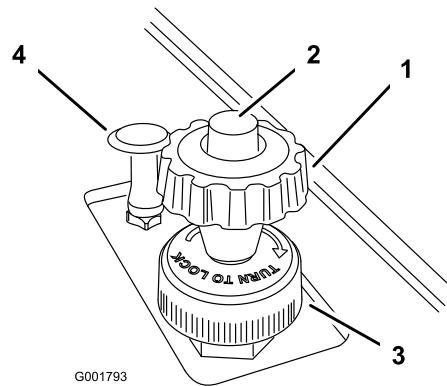

Figure 23
2. Appuyez sur le bouton-poussoir en haut du bouton du limiteur de vitesse et tirez le bouton jusqu'à ce que vous sentiez qu'il touche la pédale d'accélérateur puis relâchez le bouton (Figure 23).
4. Une fois le réglage effectué, vous pouvez bloquer le bouton en tournant la roue de blocage au bas du limiteur de vitesse dans le sens horaire jusqu'à la butée (Figure 23). Pour débloquer le bouton, tournez la roue dans le sens anti-horaire jusqu'à ce qu'il puisse bouger.